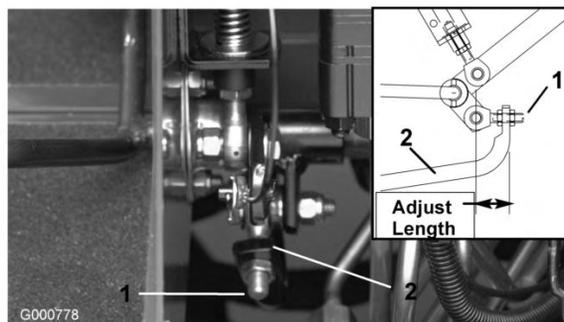

Bild 72
- Stellen Sie die Bundmutter am Pumpenstangenende ein, um die Pumpensteuerungsstange nach vorne zu verschieben, um ein Verschieben nach vorne zu vermeiden, oder um die Pumpensteuerungsstange nach hinten zu verschieben, um ein Verschieben nach hinten zu vermeiden (Bild 72).